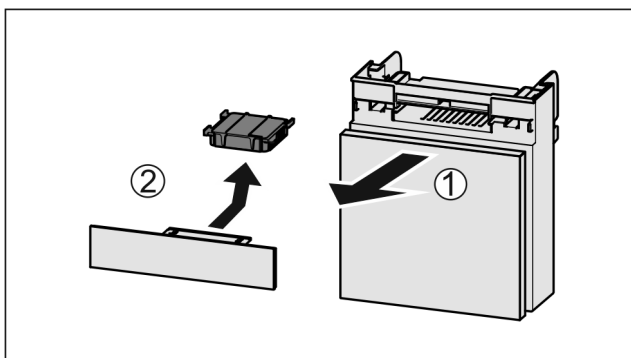

Fig. 112
- ▶ Вытянуть Fig. 112 (1) отделение движением вперед.
- ▶ Извлечение Fig. 112 (2) фильтра с активированным углем.